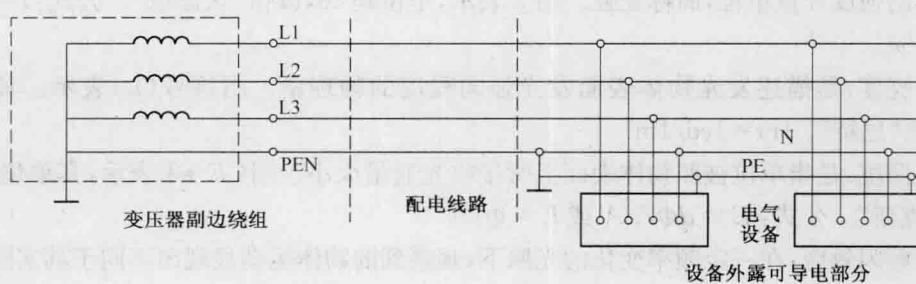

图 1-3 TN-C-S 接地系统
(26) TN—C—S 接地系统(又称四线半系统):如图 1-3 所示。